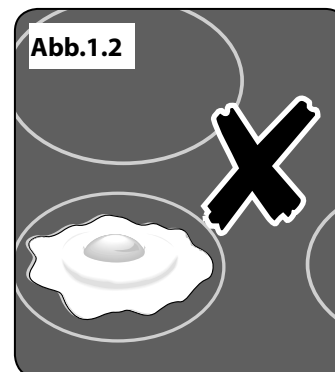

Abb.1.2
- Nur bestimmte Arten von Glas, Glaskeramik, Tonwaren oder anderen glasierten Behältern eignen sich zum **Kochen auf der Kochstelle**. Andere können aufgrund der plötzlichen Temperaturänderung zerbrechen. Kochen Sie niemals direkt auf der Fläche (**Abb.1.2**).